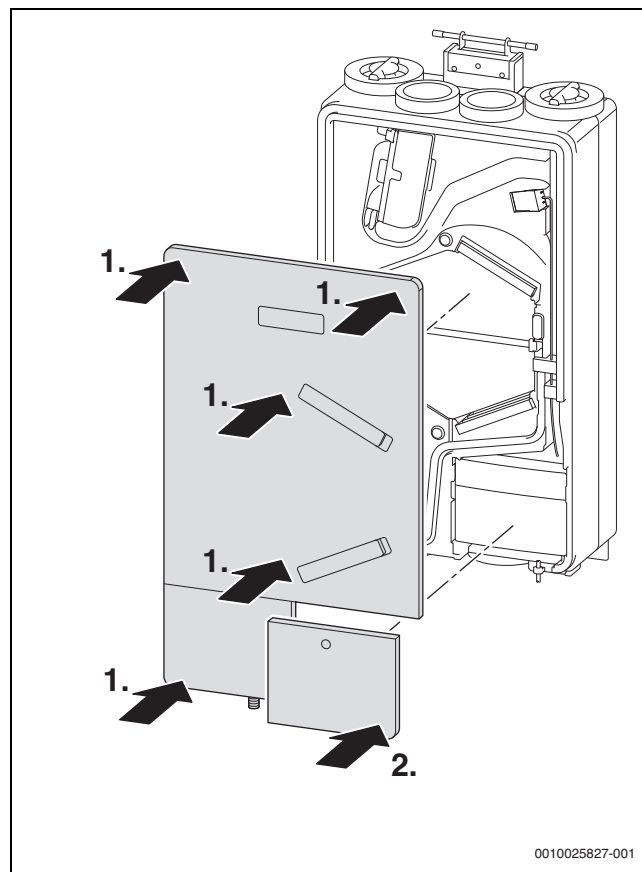

Bild 55 Geräteabdeckung schließen
- der Deckel des Lüftungsgeräts und die Abdeckung der Elektronik dicht schließen. (Beim Verschließen den Deckel auch auf Höhe des Wärmetauschers andrücken → Bild 55.) Die Nut zwischen Deckel/Abdeckung und Gerät muss gleichmäßig breit sein.